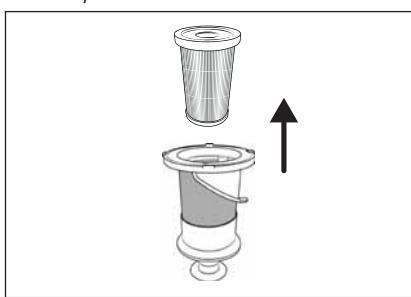

Abb. 21
- 4) Entnehmen Sie den EPA-Filter **5** aus dem Edelstahlfilter **6**, indem Sie in die Öffnung des EPA-Filters **5** greifen und diesen aus dem Edelstahlfilter **6** herausziehen (siehe Abb. 21).